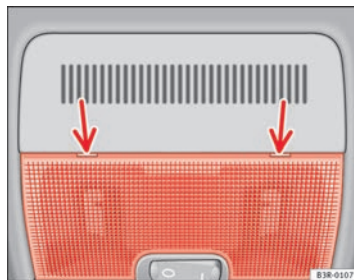

Fig. 82 Détail du ciel de pavillon : point de placement du tournevis
- Introduisez avec précaution la lame plate d'un tournevis (compris dans l'outillage de bord) au niveau de la partie arrière du verre du plafonnier ⇒ page 119, fig. 82.